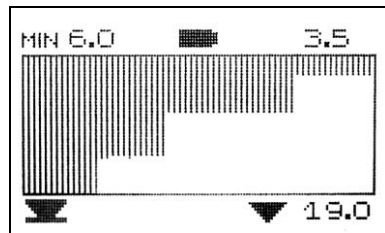

Рис. 19
- значение нижнего предела В-SCAN (См. Рис. 19).